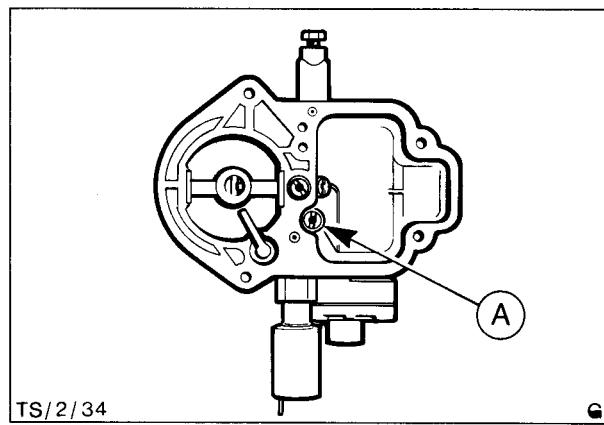

Abb.2 A = Kugelventil-Beschleunigerpumpe
3. Vergaserdeckel abbauen und ein neues Kugelventil für die Beschleunigerpumpe, "A" in Abb. 2, einbauen. Vergaser zusammenbauen und die Funktion der Pumpe überprüfen.